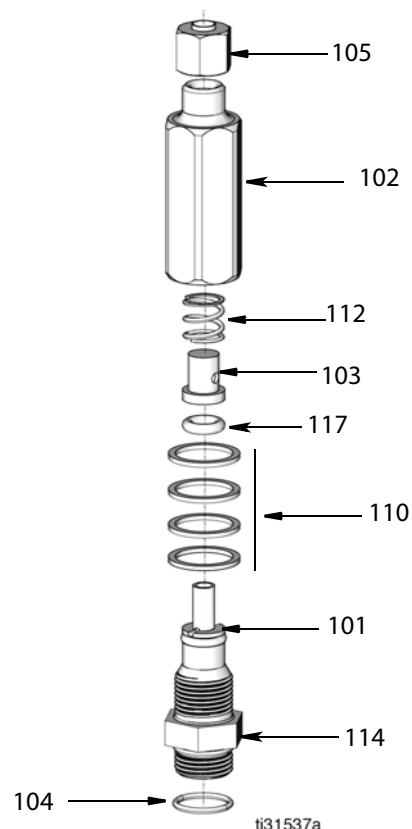

Рис.36
Для подачи точного количества консистентной смазки в каждую точку смазки в системе используются инжекторы для консистентной смазки. Если инжектор не обеспечивает подачу правильного количества консистентной смазки в определенную точку или если недоступен запасной инжектор требуемого размера, для регулировки выходного объема форсунки можно использовать выходные распорные кольца (110) (Рис.36, стр. 41).
3. С помощью ключа на 5/8" ослабьте и открутите корпус инжектора (102) от блока клапана (114). Соблюдайте осторожность, чтобы не повредить пружину (112), колпачок фиксатора (103) и уплотнительное кольцо (117) (Рис.36, стр. 41).
- Чтобы увеличить выходной объем, добавьте распорные кольца (110).
- Чтобы уменьшить выходной объем, уберите распорные кольца (110).
- Соберите блок клапана инжектора. Следите за тем, чтобы все извлеченные во время разборки детали были установлены обратно в правильном порядке, как показано на Рис.36 (стр. 41). С помощью ключа на 5/8" затяните корпус с усилием, достаточным для надежной фиксации выходных распорных колец (110) на месте. Затяните с усилием 10,6 Н•м (7,8 футо-фунтов).
- Установите инжектор (101) на коллектор (119/120). Наденьте глубокую тонкостенную головку на форсунку и выровняйте относительно граней шестигранной гайки (114) (Рис.36, стр. 41). Затяните с усилием 10,6 Н•м (7,8 футо-фунтов).